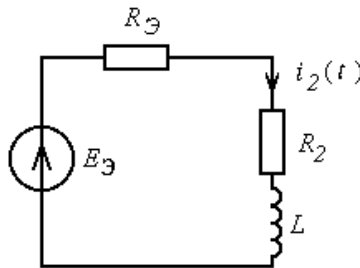

Рисунок 4.53
3. Для полученной схемы (рисунок 4.53) запишем дифференциальное уравнение $L \frac{di_2}{dt} + (R_3 + R_2)i_2 = E_3$ (3)
5. Установившийся ток определим из уравнения (3) при $\frac{di_2}{dt} = 0$